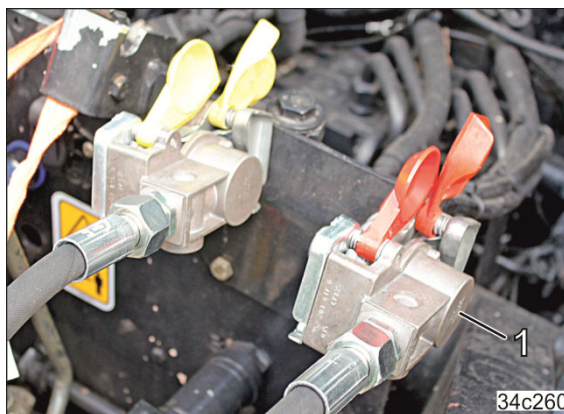

Fig. 126
9. Fixați capul de cuplare al conductei de alimentare (roșu) (Fig. 126/1) în cupla marcată cu roșu de la tractor, conform prevederilor.